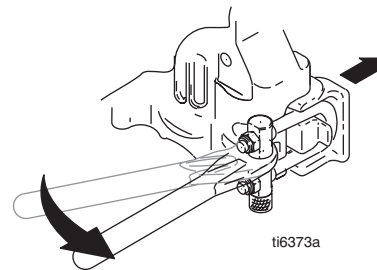

FIG. 18
7. FIG. 18. Manœuvrer le levier pour ouvrir la fermeture à genouillère.